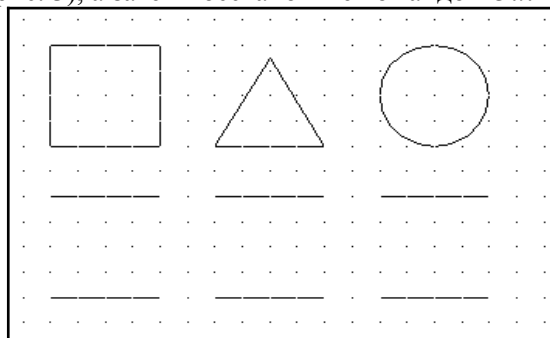

Рис. 3
5. Снова вызовите команду *Стереть*. После появления приглашения выбрать необходимые объекты введите в командную строку Л. Задайте секущую линию (указывая её концы) так, чтобы выделить все вертикальные отрезки и окружность в нижнем ряду. Удалите их с помощью команды *Стереть* (рис. 3), а затем восстановите командой *Ой*.